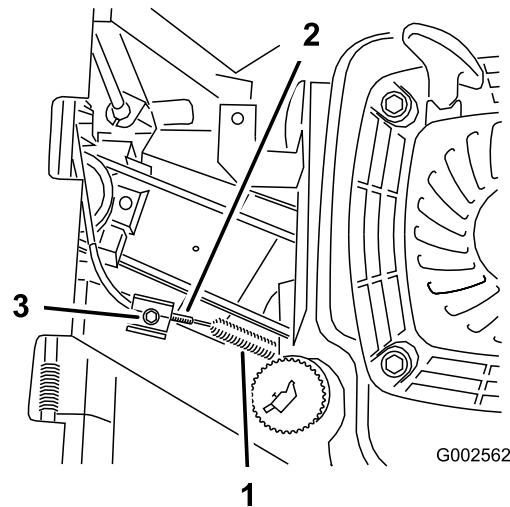

Bild 30
4. Lockern Sie die Kabelklemmenschraube, bis sich der Bremszug verschieben lässt (Bild 30).